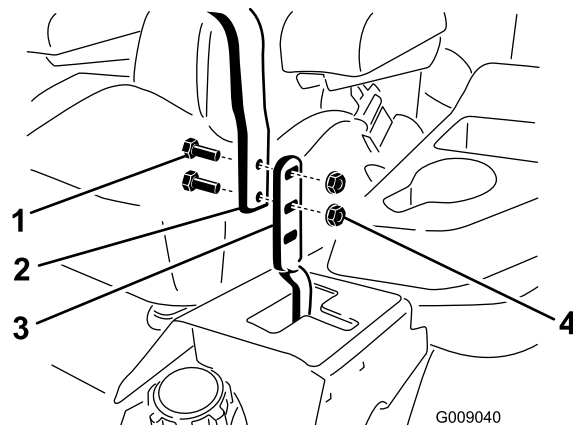

Figure 105
3. Desserrez les boulons et les écrous à embase situés dans les leviers (Figure 105).